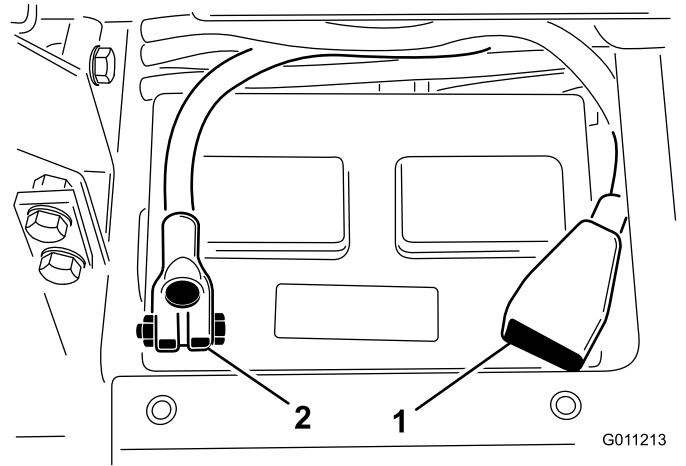

図 5
4. プラスケーブル赤をバッテリーのプラス+端子に取り付け、Tボルトとナットで固定する 図 5。
5. マイナスケーブル黒をバッテリーのマイナス端子に取り付け、Tボルトとナットで固定する 図 5。